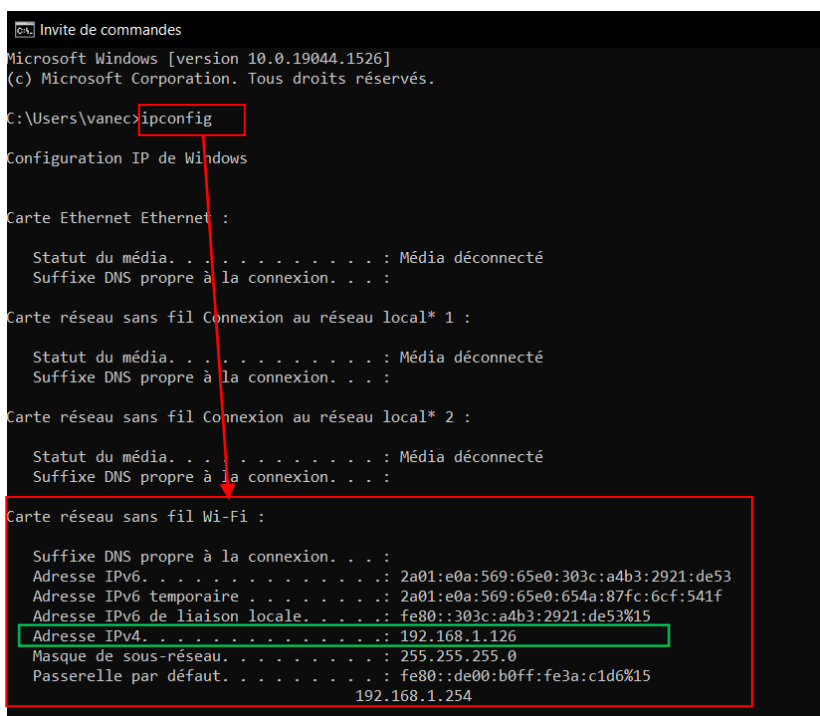

Figure 16
- Dans la console qui s'ouvrira, il devra saisir la commande *ipconfig*, puis localiser la zone qui fournit des informations sur la *carte réseau sans fil Wifi*. Enfin, il lui suffira juste de noter l'adresse IPv4 qui est indiquée (Figure 16).